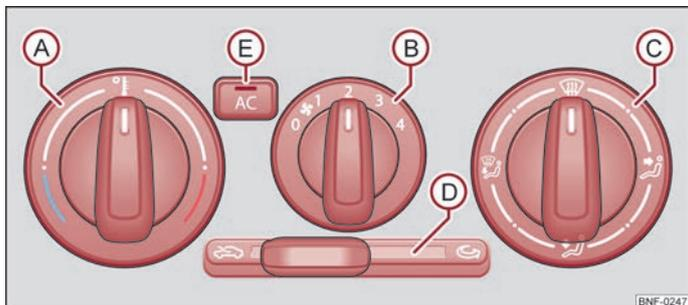

Abb. 56 Klimaanlage: Bedienelemente
Die Kühlanlage arbeitet, wenn die Taste  ⇒ Abb. 56  gedrückt ist und folgende Bedingungen erfüllt sind:
- Drehen Sie den Drehregler (A) ⇒ Abb. 56 nach rechts, um die Temperatur zu erhöhen.
- Drehen Sie den Drehregler (A) nach links, um die Temperatur zu senken.
- Drücken Sie die Taste (AC) (E) ⇒ Abb. 56. In der Taste leuchtet die Kontrollleuchte.
- Durch erneutes Drücken der Taste (AC) wird die Kühlanlage ausgeschaltet. Die Kontrollleuchte in der Taste erlischt.
- Bedienungselemente Ⓐ, Ⓑ, Ⓒ, Ⓓ und die Taste Ⓔ ⇒ Abb. 56.
- Schieben Sie den Schieberegler Ⓓ ⇒ Abb. 56 in Stellung .